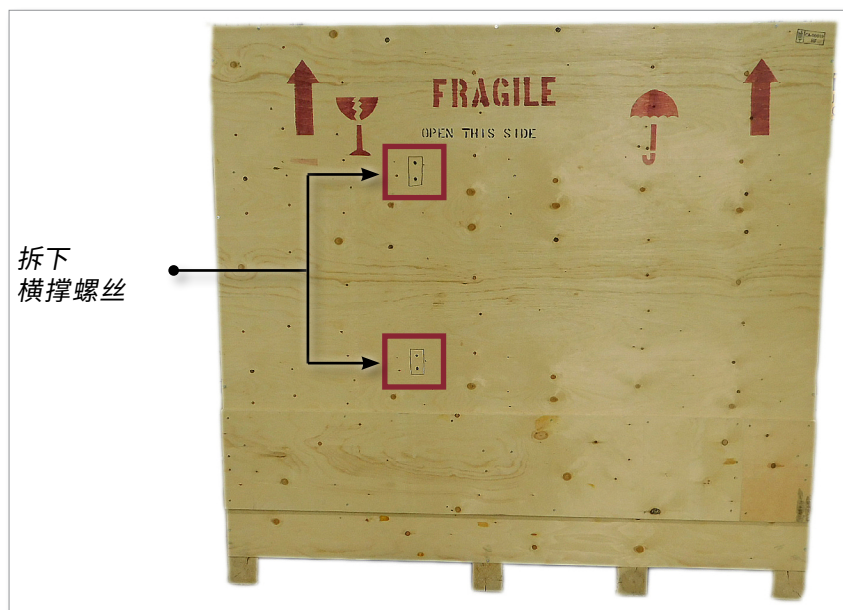

图 3-7 拆下横撑螺丝
4. 从标有“易碎品，请从此侧开启”字样的包装箱一侧，拆下横撑螺丝。参见图 3-7。